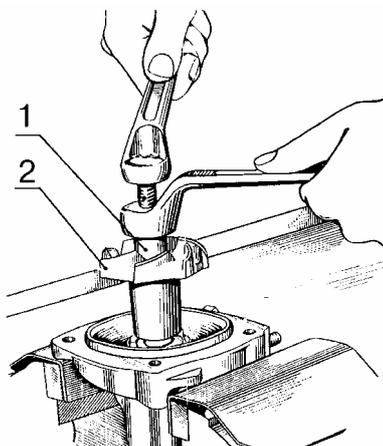

Рис.9
- установить съемник 1, рис.9, и спрессовать крыльчатку 2 (ключи кольцевые 19,24, съемник А.40026).